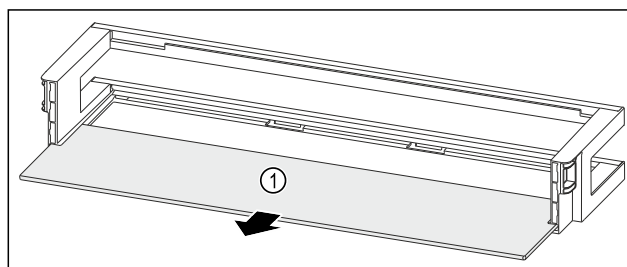

Fig. 241 Dveřní přihrádka s odkládací plochou
- ▶ Odkládací plochu Fig. 241 (1) odeberte.